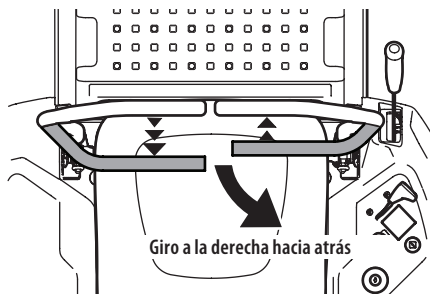

Figura 33
- Para girar a la derecha mientras se desplaza marcha atrás, mueva la palanca de control del lado derecho hacia adelante respecto de la palanca de control de la transmisión izquierda (Figura 33).